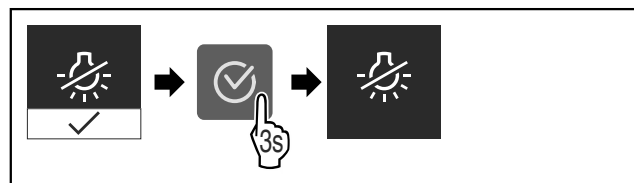

Fig. 10
- ▶ Stappen (zie Fig. 10) uitvoeren.